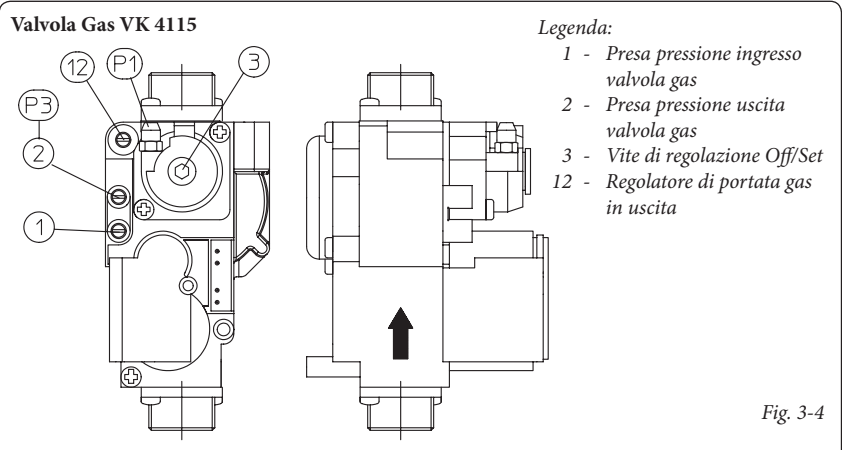

Fig. 3-4
Taratura del CO₂ massima (potenza nominale). Entrare in fase spazzacamino senza effettuare prelievi di acqua sanitaria e portare il selettore riscaldamento al massimo (ruotarlo completamente in senso orario) Per avere un valore esatto della CO₂ nei fumi è necessario che il tecnico inserisca fino in fondo la sonda di prelievo nel pozzetto, quindi verificare che il valore di CO₂ sia quello indicato nella tabella seguente, in caso contrario regolare sulla vite (12 fig. 3-4) (regolatore portata gas). Per aumentare il valore di CO₂ è necessario ruotare la vite di regolazione (12) in senso antiorario e viceversa se si vuole diminuire.
Taratura del CO₂ minima (potenza minima). Al termine della regolazione della CO₂ massima portare il selettore riscaldamento al minimo (ruotarlo completamente in senso antiorario) sempre senza effettuare prelievi di acqua sanitaria. Per avere un valore esatto della CO₂ nei fumi è necessario che il tecnico inserisca fino in fondo la sonda di prelievo nel pozzetto, quindi verificare che il valore di CO₂ sia quello indicato nella tabella seguente, in caso contrario regolare sulla vite (3 fig. 3-4) (regolatore di Off-Set). Per aumentare il valore di CO₂ è necessario ruotare la vite di regolazione (3) in senso orario e viceversa se si vuole diminuire.